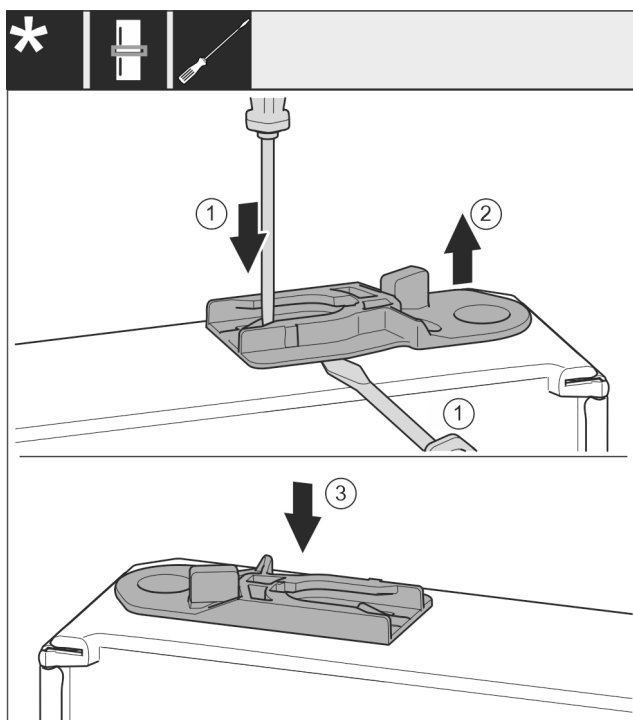

Fig. 26
- Nxirrni jashtë manikotën udhëzuese: Shtypni gjuhëzën Fig. 26 (1) me një kaçavidë me kokë petë dhe në të njëjtën kohë futni një kaçavidë me kokë petë poshtë manikotës udhëzuese Fig. 26 (2).
- Futni në anën tjetër të kasës manikotën udhëzuese Fig. 26 (3) të përfshirë në përmbajtjen e paketimit.